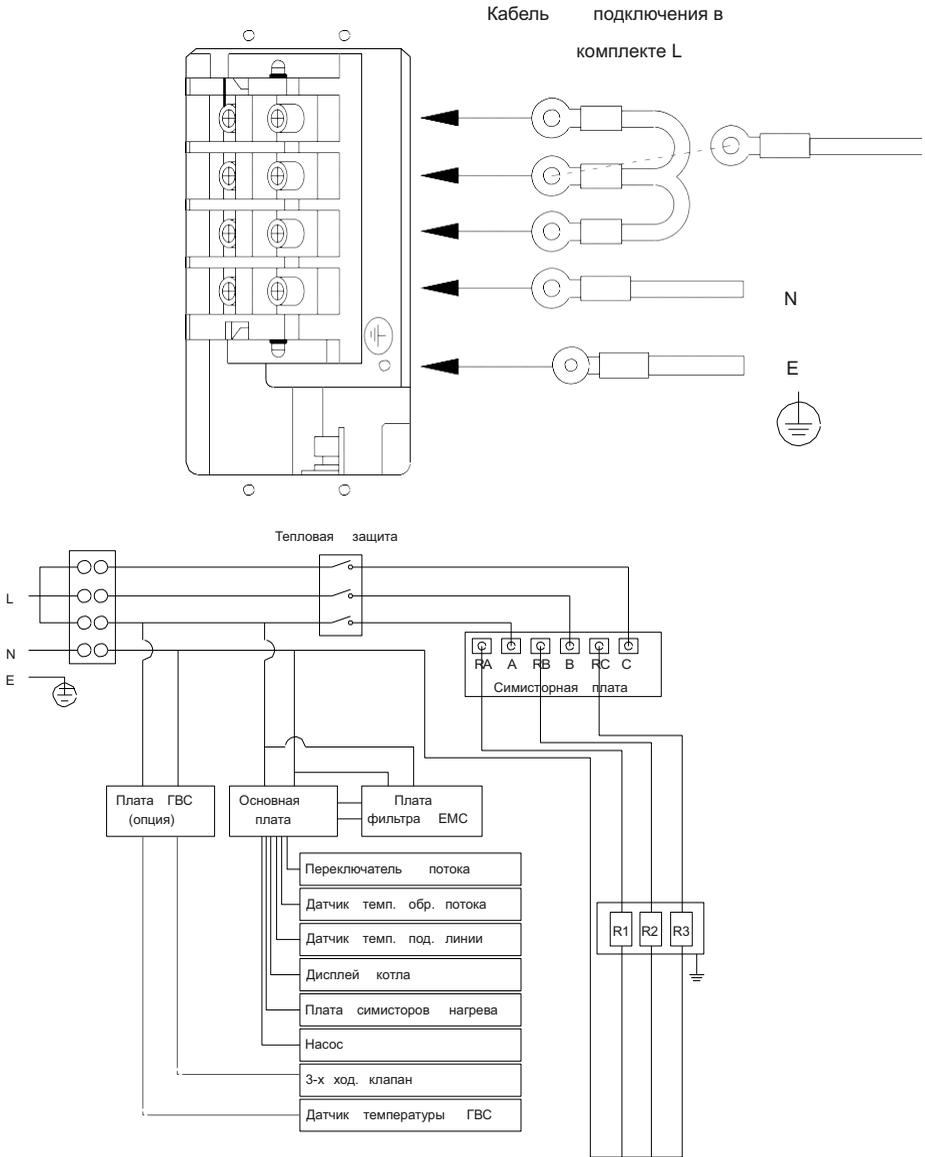

Рис. 10. Схема однофазного подключения
- D Для трехфазного подключения соедините провода питания L 1/ L 2/ L3 с соответствующим портом L 1/ L 2/ L3 в соответствии со схемой на рис. 10.